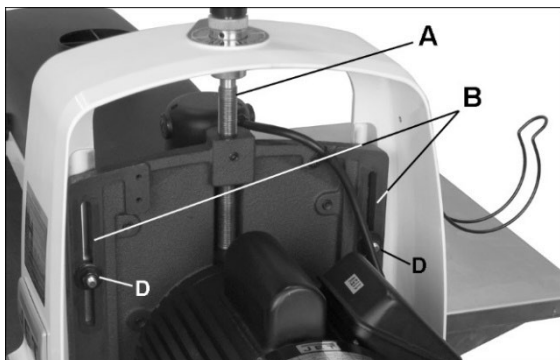

Figure 10-1 Lubrification
- Lubrifiez la vis-mère (A, Figure 10-1) si nécessaire.
- Gardez les zones de glissement propres (B, Figure 10-1).
Si le mécanisme de réglage de la hauteur ne fonctionne pas facilement ou si le porte-cylindre se déplace trop ou se plie, réajuster le guide vertical. Serrez les 4 écrous autobloquants (D, Fig. 10-1) et desserrez-les ensuite de 1/8 à 1/4 de tour. Si les écrous sont trop serrés, la manivelle d'élévation sera difficile à déplacer. Si les écrous sont trop lâches, cela entraînera une déviation excessive du porte-cylindre.